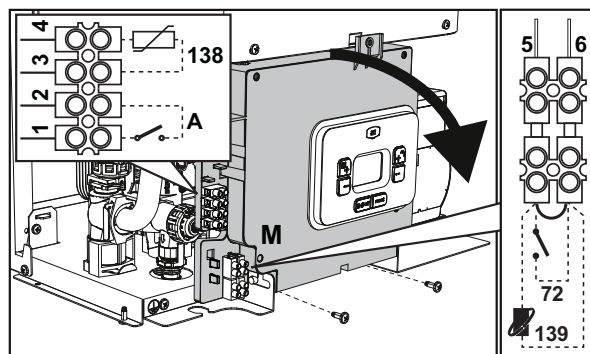
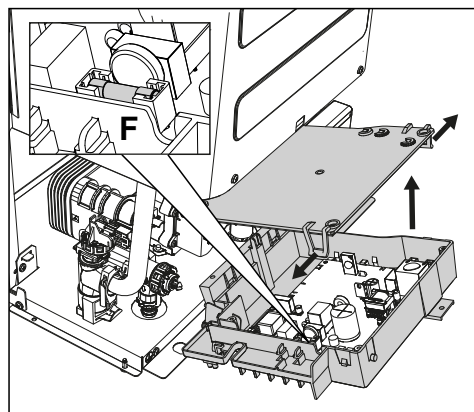

fig. 18
fig. 19
Dopo aver tolto il pannello frontale ("Apertura del pannello frontale" a pag. 15.) è possibile accedere alle morsettiere (M) e al fusibile (F) seguendo le indicazioni descritte di seguito (fig. 18 e fig. 19). I morsetti indicati nella fig. 18 devono essere a contatti puliti (non 230V). La disposizione dei morsetti per i diversi allacciamenti è riportata anche nello schema elettrico alla fig. 54.
Configurazione Interruttore ON/OFF (A fig. 18)